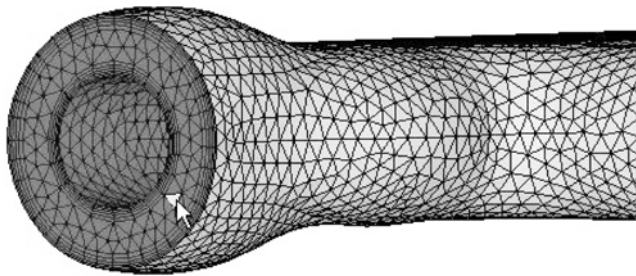

图 5-169 选择一个单元
- (16) 单击 elems 按钮并选择 by face。
- (17) 选择了所有该归并到 outlets3 组件中的单元后，单击 Move 按钮。
- (18) 设置 dest component 为 inlet_annulus。如图 5-169 所示选择一个单元。